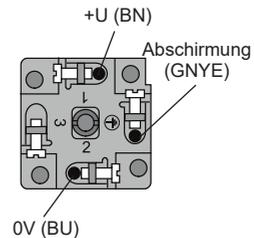
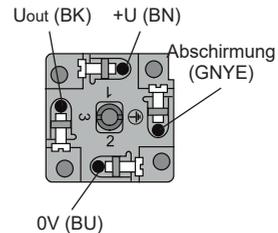

Abb. 10: Innenansicht eines Steckers mit Stromausgang
Abb. 12: Innenansicht eines Steckers mit Spannungsausgang
- Befestigen Sie die Kabeladern in den Schraubklemmen gemäß Abb. 10 (Stromausgang 4-20 mA) oder gemäß Abb. 12 (Spannungsausgang 0-10 V). Ziehen Sie die Klemmen ordnungsgemäß fest.